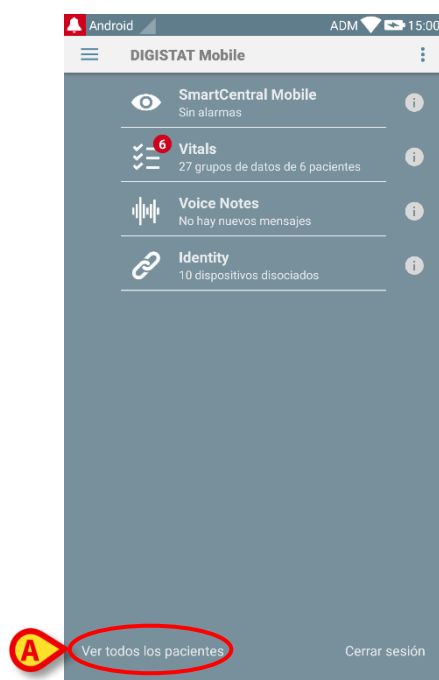

Fig 22
- Tocar la indicación “modo” en el ángulo inferior izquierdo de la pantalla (Fig 22 **A** - esta indicación muestra el modo actual de la aplicación, p.ej. “Todos los pacientes” o “Mis pacientes” o “Un paciente”; encontrará una explicación detallada en el apartado 5.8).